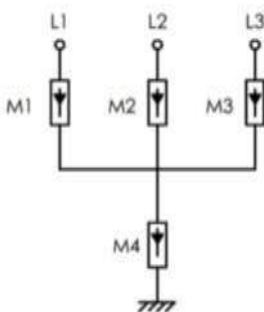

Fig. 4-27 Bobinado de BT del transformador
- Se recomienda conectar los dispositivos de protección contra sobretensiones (SPD) para la caja del combinador de CA y en el lado BT del transformador de la manera “3+1”, como se muestra en la figura siguiente (Fig. 4-27). Los voltajes de funcionamiento continuo mínimo de M1-M4 son 750 Vac.